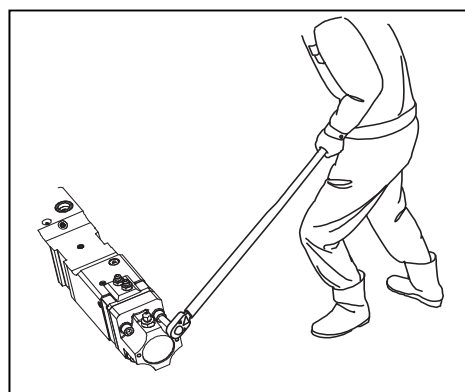

fig.4
10. Gebruik een momentsleutel om de inbusbouten met de juiste spanning aan te zetten (Zie fig.4.)